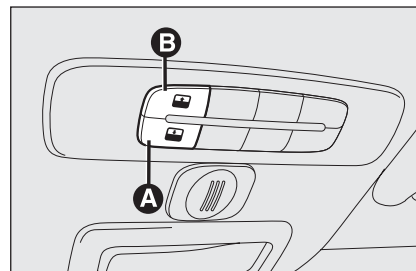
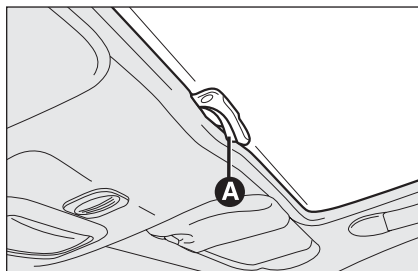

fig. 43
fig. 44
El techo se puede abrir y posee un amplio cristal; está compuesto por un panel de cristal con un parasol de movimiento manual. El parasol puede utilizarse en dos posiciones “completamente cerrado” y “completamente abierto” (no tiene posiciones fijas intermedias). Para abrir el parasol: presionar el diente **A**-fig. 44, desengancharlo y acompañarlo hasta la posición “completamente abierto”. Para cerrarlo, seguir el procedimiento inverso.
El techo practicable posee un amplio cristal; está compuesto por un panel de cristal con un parasol de movimiento manual. El parasol puede utilizarse en dos posiciones “completamente cerrado” y “completamente abierto” (no tiene posiciones fijas intermedias). Para abrir el parasol: presionar el diente **A**-fig. 44, desengancharlo y acompañarlo hasta la posición “completamente abierto”. Para cerrarlo, seguir el procedimiento inverso. El techo practicable funciona sólo con la llave de arranque en posición **MAR**. Los mandos **A-B** fig. 43 ubicados en el salpicadero cerca de la luz de techo delantera, gobiernan las funciones de apertura/cierre del techo practicable.
Pulse la tecla **B**-fig. 43 y manténgala pulsada, el panel de cristal anterior se colocará en posición “spoiler”; vuelva a pulsar la tecla **B**-fig. 43 e, interviniendo en el mando por más de medio segundo, se activa el movimiento del cristal del techo que continúa automáticamente hasta el final del recorrido; el cristal del techo puede detenerse en una posición intermedia interviniendo nuevamente en la tecla.
De la posición de apertura completa, pulse la tecla **A-fig. 43** y, si se interviene en la tecla por más de medio segundo, el cristal anterior del techo se colocará automáticamente en la posición “spoiler”; volviendo a pulsar la tecla, el cristal del techo se detiene en la posición intermedia; vuelva a pulsar la tecla **A-fig. 43** y manténgala pulsada hasta que se cierre completamente el panel.
- ☐ presionar el pulsador **A-fig. 43** en posición de cierre;